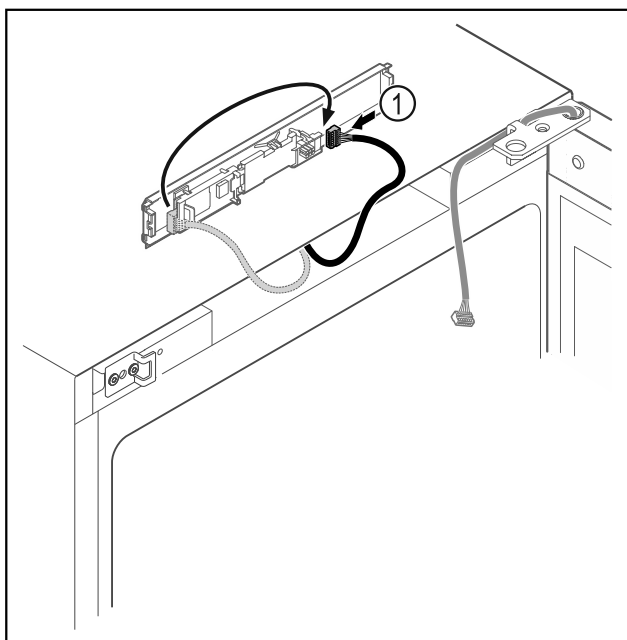

Fig. 7
- Brancher le connecteur Fig. 7 (1) de l'autre côté.